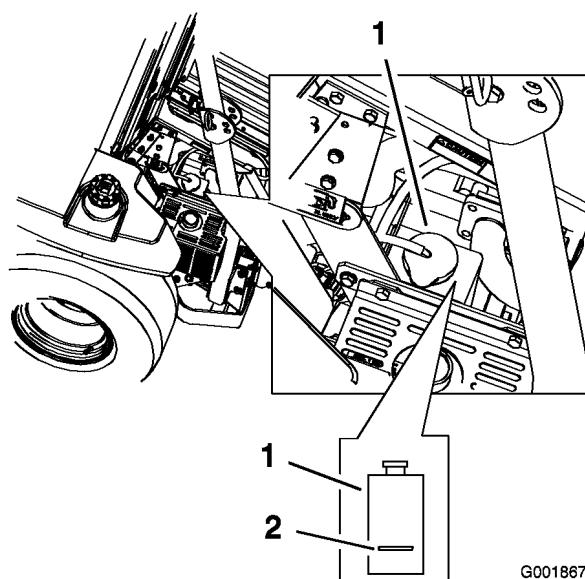

Figure 52
3. Lorsque le moteur est froid, vérifiez le niveau de liquide dans le vase d'expansion. Le liquide doit atteindre la bosse à l'extérieur du vase d'expansion (Figure 52).
4. Si le niveau de liquide est insuffisant, versez un mélange 50/50 d'antigel longue durée/Dex-Cool® et d'eau dans le vase d'expansion (Figure 52).
5. Versez une quantité suffisante de mélange 50/50 dans le vase d'expansion pour atteindre le trait de repère (Figure 52).